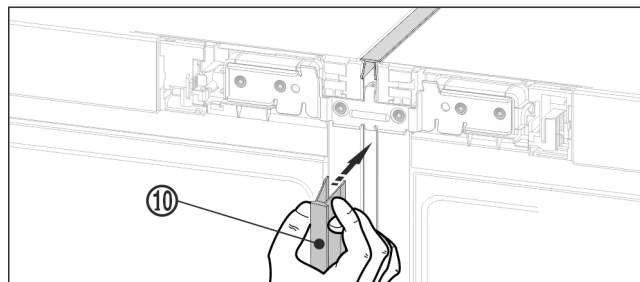

Fig. 18
- ▶ На передней стороне вдавите длинную декоративную планку Fig. 18 (10) в вертикальную щель. Обратите внимание, что планка опирается на соединительный лист.